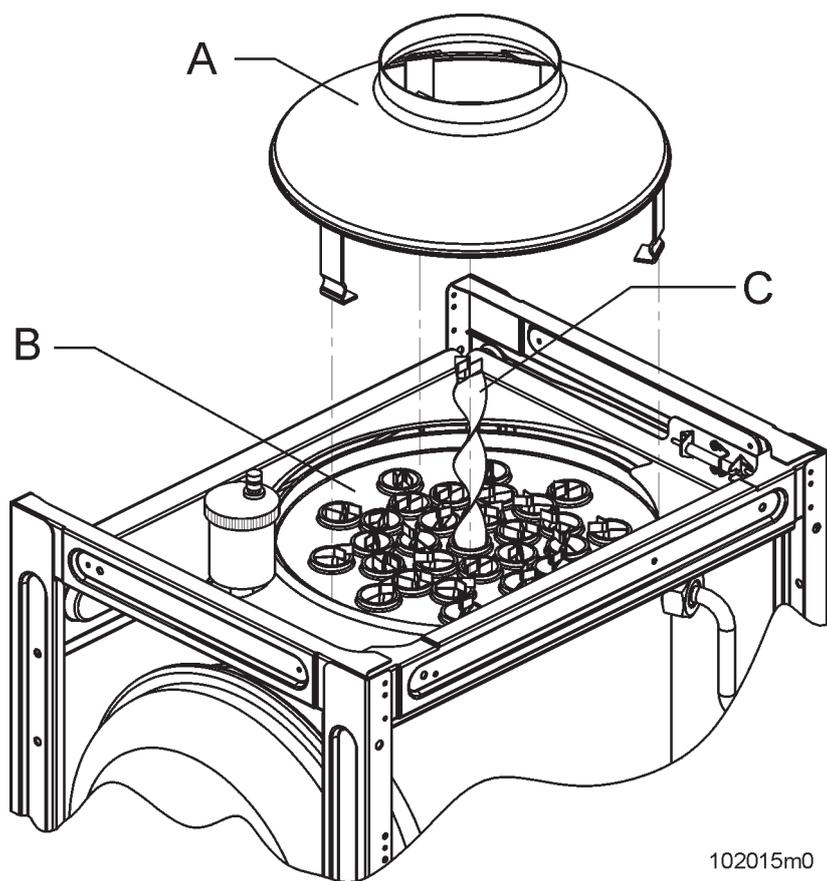

Figura 35 - Smontaggio parte superiore scambiatore di calore
- togliere l'interruttore di tiraggio "A" (vedi figura 35);
- togliere i turbulatori "C" (vedi figura 35);
- collegare il tubo di scarico fumi all'interruttore di tiraggio "A" (vedi figura 35);